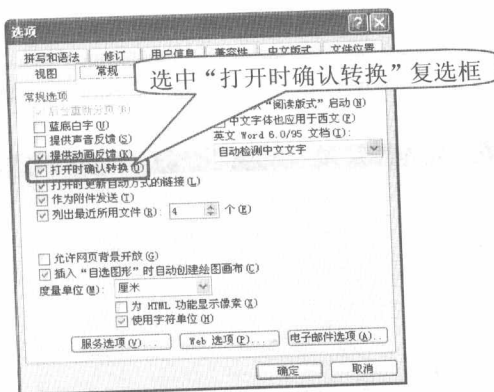

图 10-32 选中“打开时确认转换”复选框
步骤④ 如果仍然无法正常打开和显示，则单击“工具”|“选项”命令，在弹出的“选项”对话框中单击“常规”选项卡，选中“打开时确认转换”复选框（如图 10-32 所示），单击“确定”按钮。